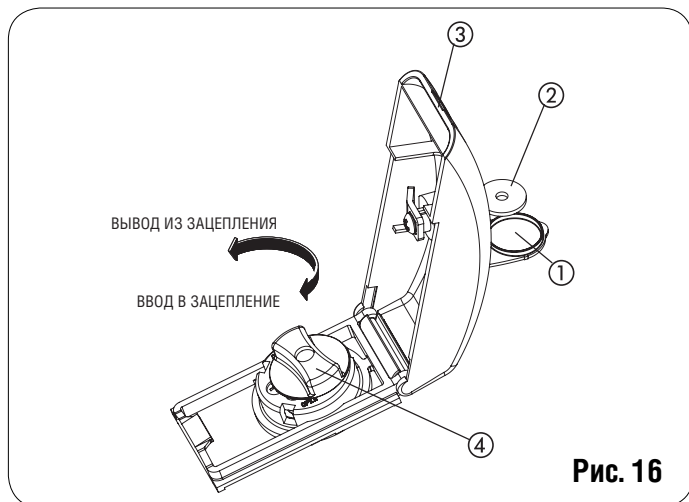

Рис. 16
- Поднимите защитный колпачок (Рис. 16, сноска 1) и вставьте входящий в комплект поставки ключ (Рис. 16, сноска 2).
- Поднимите крышку (Рис. 16 сноска)
- Поверните рукоятку расцепителя против часовой стрелки приблизительно на два оборота (Рис. 16, сноска 4).
- Для зацепления привода поверните рукоятку зацепления по часовой стрелке до упора (Рис. 16, сноска 4).
- Закройте крышку и поверните ключ на 90° против часовой стрелки (Рис. 16, сноска 2)
- По завершении операций извлеките ключ и закройте защитный колпачок (Рис. 16, сноска 1).